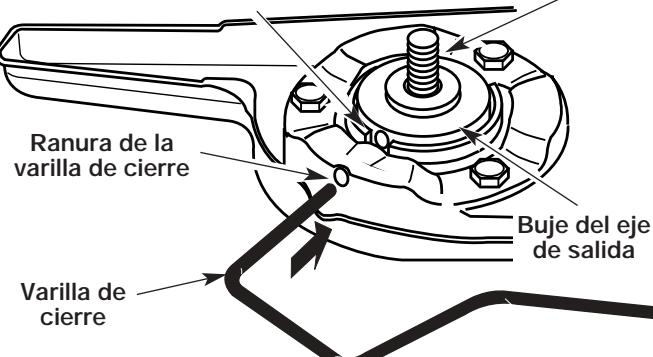
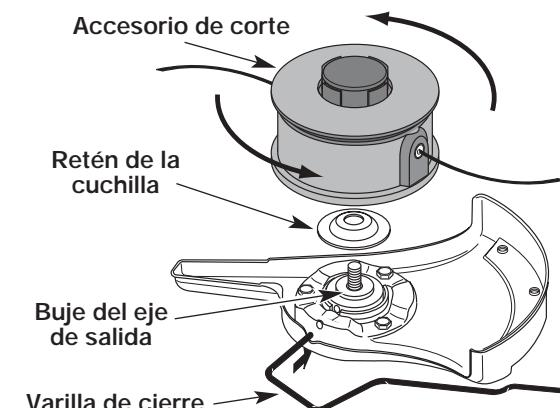

Fig. 8
Fig. 15
- Alinee el orificio del buje del eje con la ranura de la varilla de cierre e inserte la varilla de cierre en el orificio del buje del eje (Fig. 8).
- Alinee el orificio del buje del eje con la ranura de la varilla de cierre e inserte la varilla de cierre en el orificio del buje (Fig. 8).
- Alinee el orificio del buje del eje con la ranura de la varilla de cierre e inserte la varilla de cierre en el orificio del buje del eje (Fig. 8). Coloque el retén de la cuchilla en el eje de salida con la superficie plana contra el buje del eje de salida según se ilustra en la Fig. 15. Enrosque el accesorio de corte en sentido antihorario en el eje de salida. Ajuste bien.